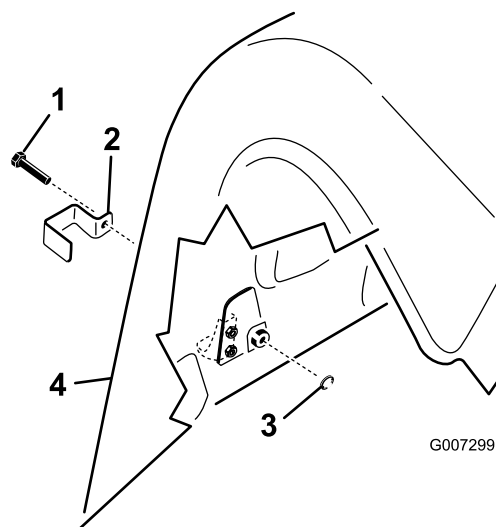

Figura 15
1. No modelo ProCore 864, instale um suporte de bloqueio na parte direita e esquerda traseira inferior do capot e nos trincos superiores do capot com um parafuso adaptador (quatro no total) (Figura 15).
2. No modelo ProCore 1298, instale um suporte de bloqueio em todos os trincos do capot inferiores traseiros e no trinco do capot superior exterior tanto na cobertura traseira direita como na esquerda com um parafuso adaptador (três por cabeça de perfuração, seis no total) (Figura 15).
3. Utilize um alicate ou uma chave de fendas ajustável, enrosque uma anilha de segurança interna em cada parafuso (1-2 roscas) para fixar o trinco (Figura 15).